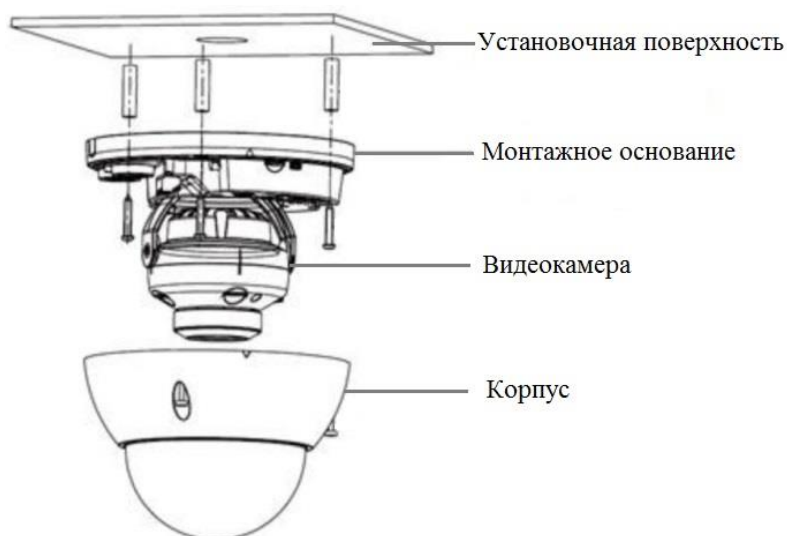

Рисунок 7.4
7.6 Прикрепите монтажное основание видеокamеры к установочной поверхности (рис.7.4).